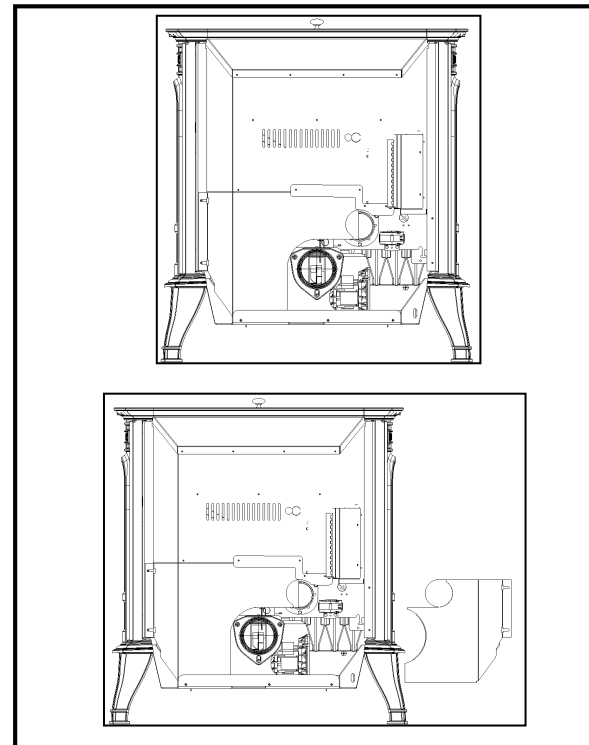

Fig.21
1. Déposer le panneau arrière droit (voir installation des panneaux fig.21 page 20)